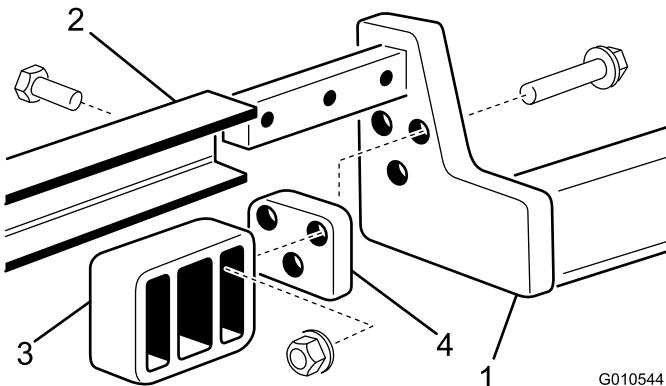

Bild 6
3. Befestigen Sie eine Heckgabel mit drei Schrauben (3/8 x 2 Zoll), Distanzstücken und Bundmuttern an jedem Hubarm, siehe Bild 6.
4. Schieben Sie den Trägerrahmen auf die Hubarme und flachten Sie die Befestigungslöcher aus. Befestigen Sie jede Seite des Trägerrahmens mit drei Schrauben (1/2 x 1-1/2 Zoll) an den Hubarmen. Ziehen Sie die Schrauben mit 95 bis 108 Nm an (Bild 6).